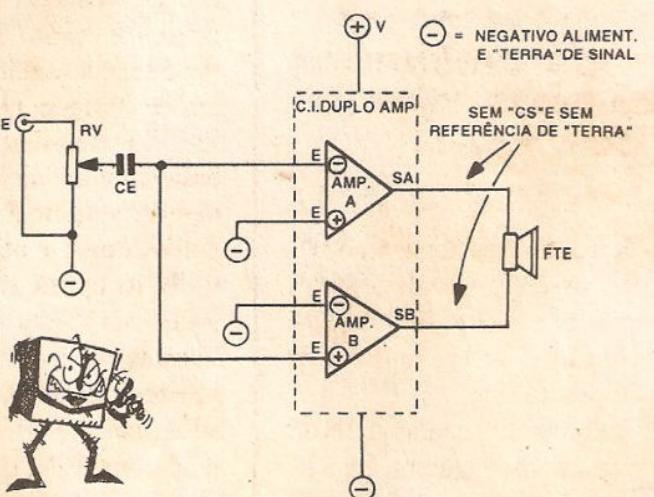

FIG. 12
- FIG. 12 - ESTRUTURA ‘EM PONTE’, MONO, TÍPICA...
- A presença costumeira de **dois** blocos amplificadores internos nos IPAs, não facilita apenas a estruturação de um arranjo estéreo óbvio, conforme mostrado na fig. anterior...! Se a idéia for implementar um amplificador MONO (um canal), de elevada Potência, quase sempre convém arranjar os dois amplificadores internos ao IPA em “ponte”, o que proporciona inclusive uma drástica redução na quantidade de componentes externos, conforme vemos do diagrama... Nesse caso, além do essencial potenciômetro ou trim-pot “dosador” do nível de Entrada (RV) e do capacitor de Entrada (CE), em termos básicos não precisamos de mais nenhum componente! Os próprios capacidores isoladores e acopladores de Saída (CSA e CSB, na fig. anterior...) tornam-se desnecessários, conforme explicações no texto referente à próxima figura! Um ponto importante: observem que os sinais de Entrada são apresentados, conjuntamente, à Entrada Inversora de um dos blocos amplificadores, e à Entrada Não Inversora do outro (de modo a obter a desejada “gangorra” de Tensão à Saída...). As Entradas não utilizadas pelo sinal, nos dois blocos, são normalmente “aterradas”, ou “zeradas” para sinal... Não se esqueçam, contudo, que tais Entradas (e mesmo aquelas já utilizadas para a “introdução” do sinal) podem ser usadas para determinação de ganho, faixa “passante” de Frequências, etc., via realimentações por redes externas de resistores/capacitores, em modo muito semelhante ao utilizado estruturalmente com os Amplificadores Operacionais, tipo 741...